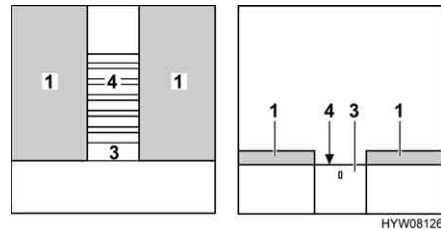

Bild 135 Während des Umbaus
- Wenn am Auszug (Bild 135,3) eine Verriegelung angebracht ist: Hinter die Blende fassen und Auszug entriegeln.
- Lattenrost (Bild 135,4) bzw. Verlängerung mit dem Auszug ganz herausziehen.